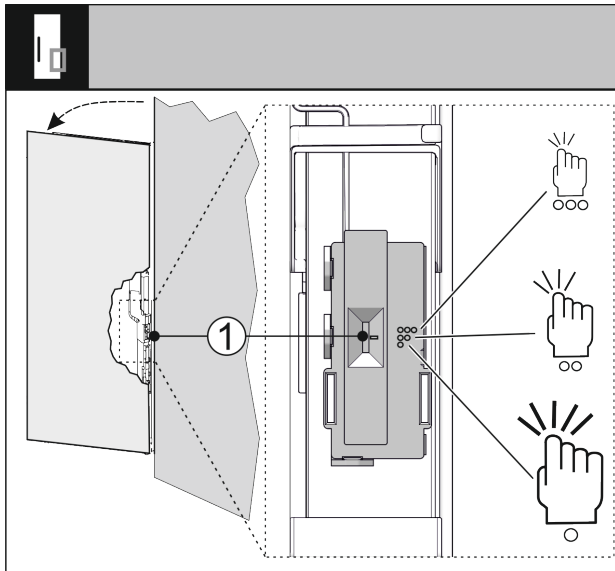

Fig. 72
Sie können die Empfindlichkeit des Klopfsensors über einen Schalter Fig. 72 (1) einstellen. Der Schalter ist scharnierseitig am unteren Drittel der Tür.
► Schalter Fig. 72 (1) auf gewünschte Schalterstellung schieben.